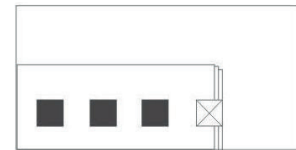

Abb. 3
- ▲ Wenn Sie ein anderes Format stanzen möchten, ziehen Sie die Stanzmesser heraus, die mit dem entsprechenden Format gekennzeichnet sind. Stellen Sie sicher, dass die Stanzmesser nicht die Ränder Ihres zu bindenden Dokuments beschädigen. (siehe Abb. 3)